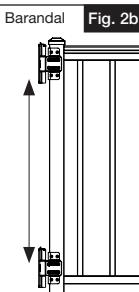

Fig. 2b
- ii.) Para la instalación del portón en un sistema de barandal: centrar las bisagras en el montante para alinearlas con los travesaños superior e inferior del portón (Fig. 2b).